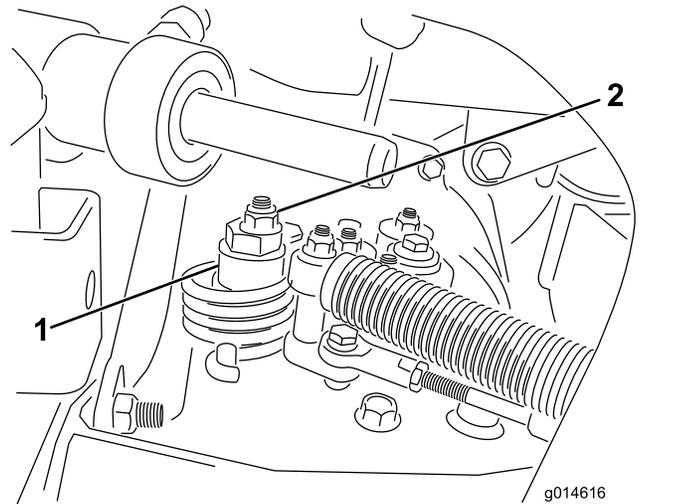

図 44
- A. 偏芯ナットをハイドロスタット上部に止めているナットをゆるめる 図 44。
- C. どちらにも車輪が回らないように偏芯ナットを回して調整する。調整ができれば固定ナットを締める 図 44。スロットル SLOW および FAST 位置で調整が正しいことを確認する。